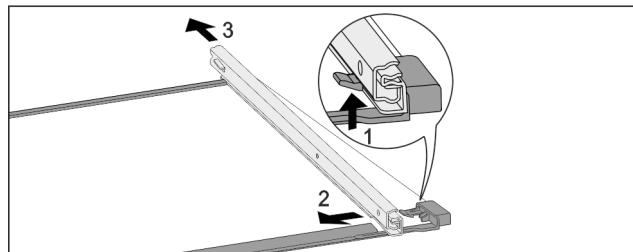

Fig. 107 Glasplade med skinner
- Tryk den forreste låsekrog op. Fig. 107 (1)
- Skub udtræksskinnen til siden Fig. 107 (2) og og bagud Fig. 107 (3).